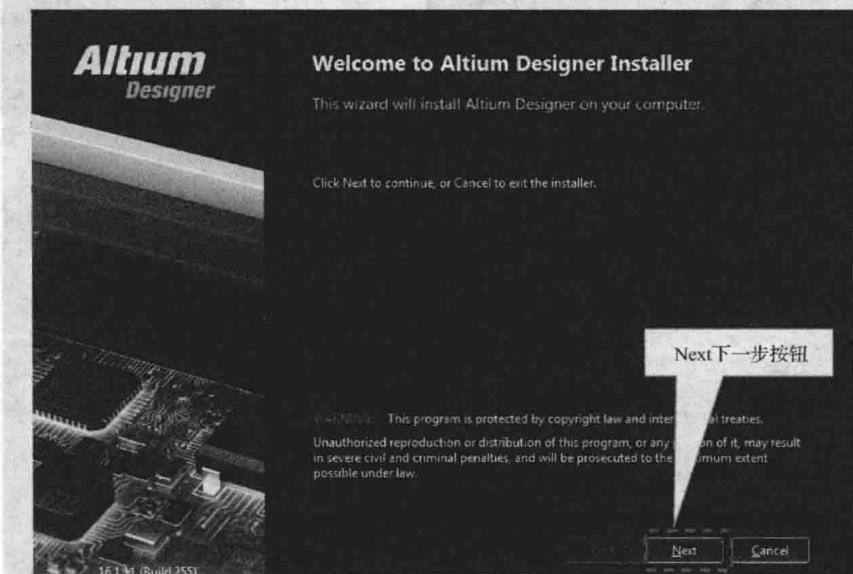

图 2-2 安装界面
(2) 运行安装文件后进入安装界面，如图 2-2 所示，单击【Next】按钮进入语言和协议接受选择界面。